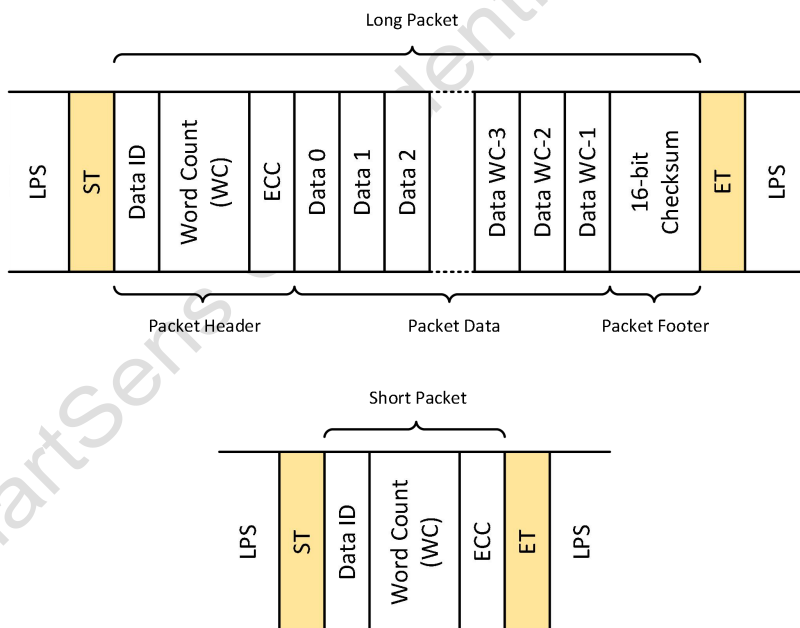
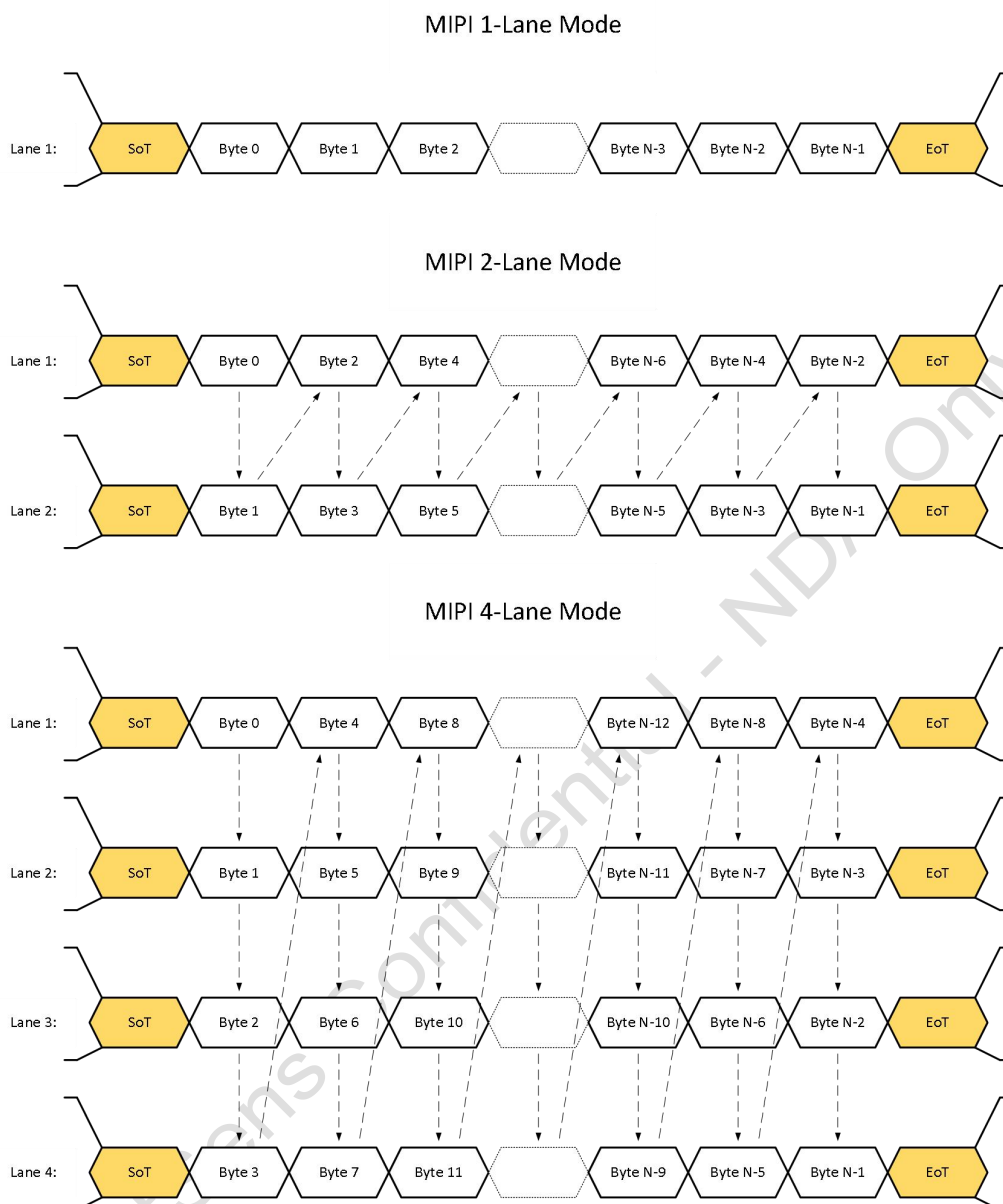
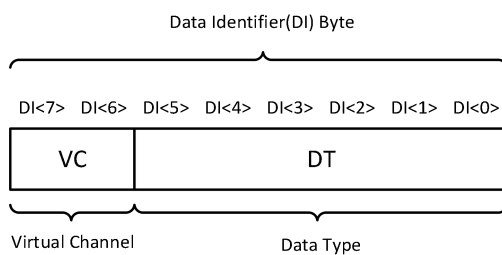

图 1-8 MIPI 长/短数据包结构示意图
图 1-9 MIPI 1/2/4lane 模式数据包传输示意图
图 1-10 MIPI 数据包 DI 结构
图 1-8 展示了 MIPI 长、短数据包结构示意图。其中数据标识 DI(Data Identifier)用来区分不同的数据包类型。图 1-9 展示了 MIPI 工作在 1lane、2lane 和 4lane 模式下的数据包传输示意图。图 1-10 中，DI 包括两部分，分别是虚拟通道 (VC) 和数据类型 (DT)。默认情况下，Sensor 给出的 MIPI 数据 VC 值都是 0，而 DT 值如表 1-7 所示。